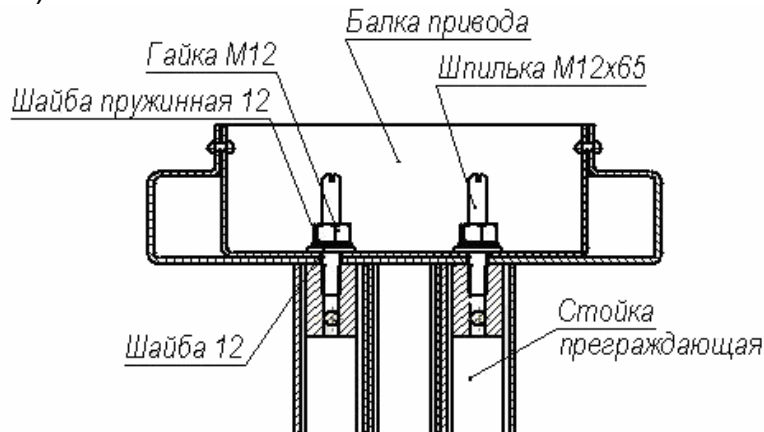

Рисунок 14. Крепление балки привода (13) к стойке преграждающей (3)
9.1. Вверните две шпильки М12×65 в верхнюю часть преграждающей стойки (3) (см. рис. 14).
- 11.4. Наденьте балку на две шпильки, расположенные на преграждающей стойке, наденьте на каждую шпильку шайбу 12, затем шайбу пружинную 12 и зафиксируйте положение балки двумя гайками М12 (см. рис. 14), завернув их до середины выступающей части шпилек.